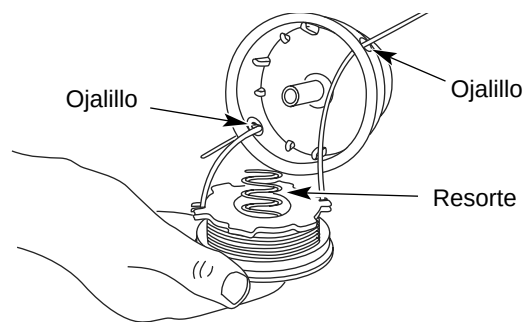

Fig. 22
13. Inserte los extremos de la l'nea a travŁs de los ojalillos de la bobina exterior y coloque el carrete interior con el resorte dentro de la bobina exterior (Fig. 22). Empuje el carrete interior y la bobina exterior entre s—. Mientras sostiene el carrete interior y la bobina exterior, tome los extremos y tire con firmeza para soltar la l'nea de las ranuras de fijaci—n de la bobina.
5. Inserte los extremos de la l'nea en los ojalillos de la bobina exterior (Fig. 22).